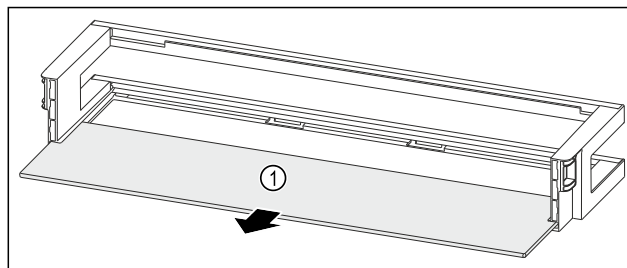

Fig. 80 Dørhylle med oppstillingsplass
- Fjern oppstillingsplassen Fig. 80 (1).